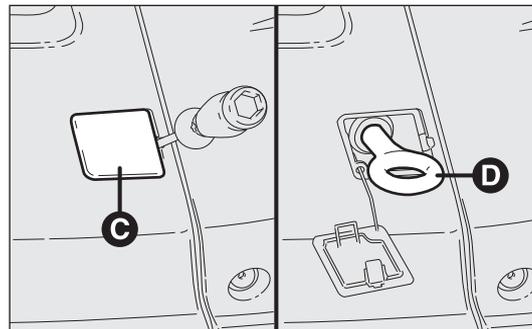

fig. 208
- coja el destornillador de la caja y haciendo palanca en el punto indicado levante la tapa C-fig. 208;
- coja la argolla de remolque D de la caja y fíjela en el perno roscado fig. 208.